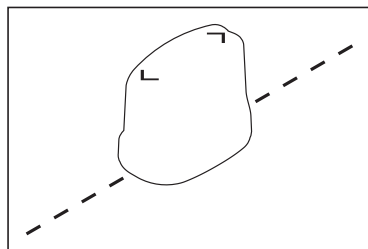

Fig. 25: Orientación del generador respecto a la tubería durante la inducción indirecta de señal
1. Posicione el generador con su eje longitudinal paralelo sobre la tubería que desea localizar (fig. 25).